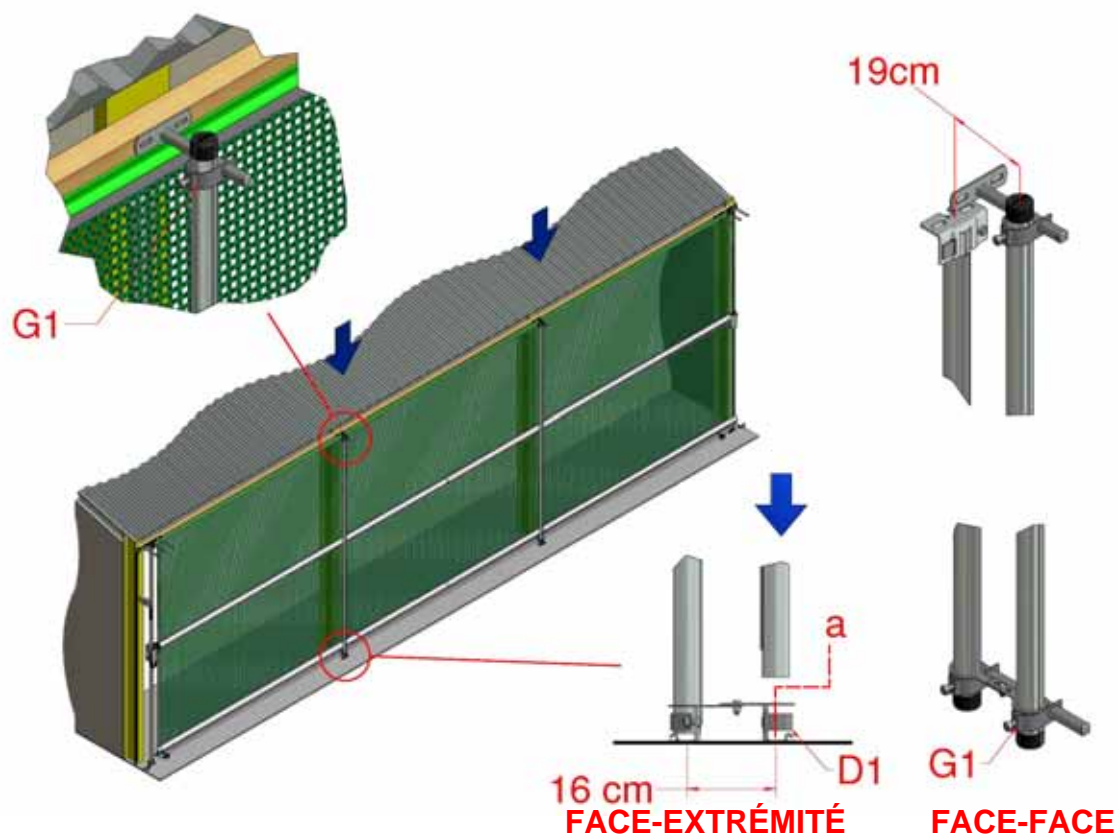

Figure 21 : pose du tube de commande extérieur
- 4.8 Fixer tous les tubes de commande extérieurs intermédiaires entre les supports supérieurs et inférieurs, à l'exception des tubes pour les couvercles d'extrémité, comme illustré à la Figure 21. Découper à la bonne longueur (si on le souhaite) les supports de surface posés et terminer en posant des embouts de protection noirs (T1) sur les extrémités libres des tubes.